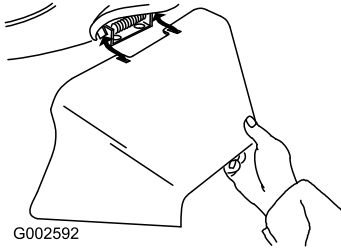

Bild 34
3. Setzen Sie den Seitenauswurfkanal ein und schließen Sie die Tür auf dem Auswurfkanal (Bild 34).